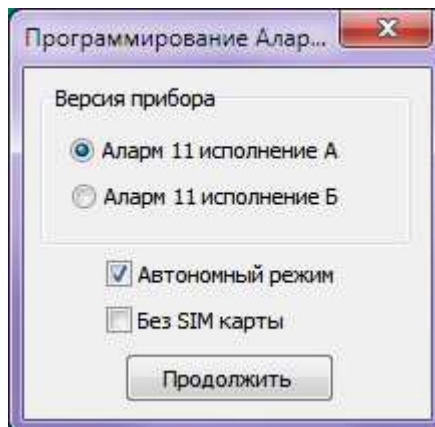

Рисунок 15
4.1 При запуске программы Alarm11prog.exe в окне выбора исполнения прибора дополнительно отметить «Автономный режим» и нажать «Продолжить» (рисунок 15).